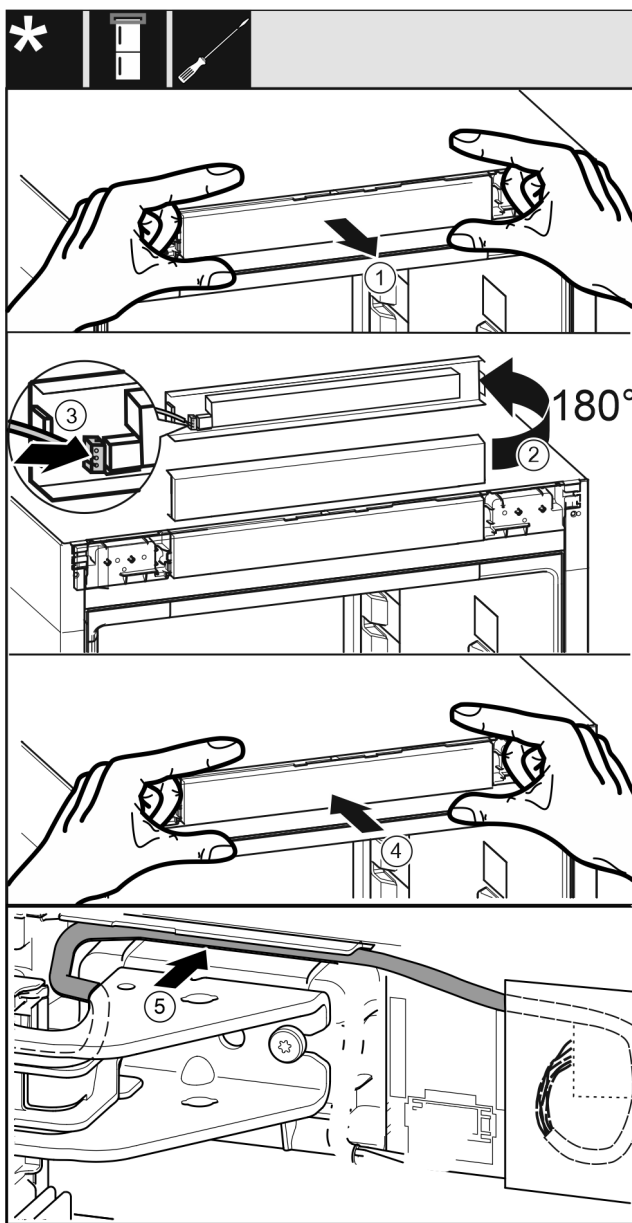

Fig. 57
- Vzemite okvir Fig. 57 (1) upravljalne plošče previdno ven.
- Obrnite upravljalno zaslonko Fig. 57 (2) navzgor za 180°.
- Zatakните vtič Fig. 57 (3) v zaslonko upravljalne plošče.
- Zaslonko upravljalne plošče Fig. 57 (4) zatakните nazaj v napravo.
- Kabel Fig. 57 (5) previdno položite v vodilo nad zgornjim ležajnim podstavkom.